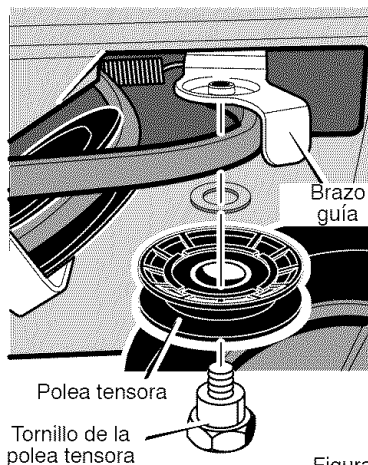

Figura 19
5. Retire el **tornillo** y la **polea tensadora del brazo guía** (vea la Figura 19).